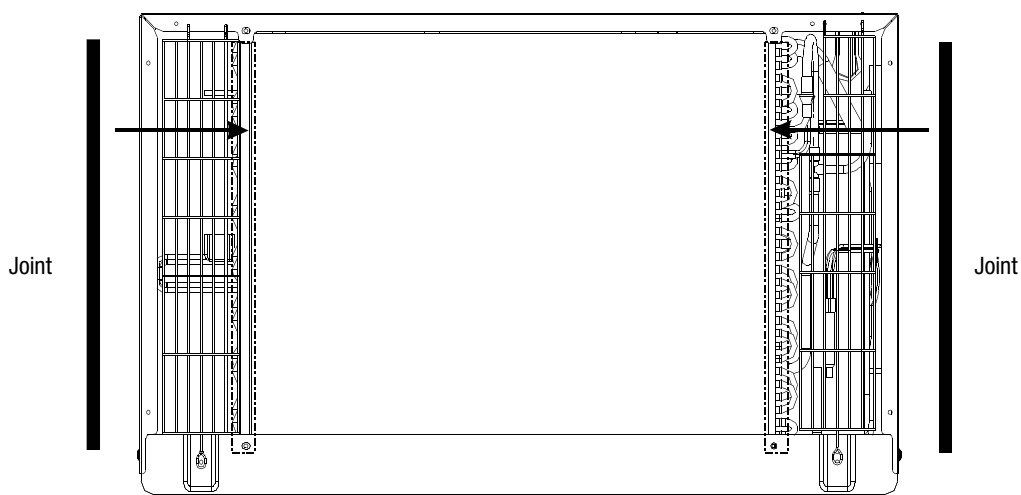

FIG. 1
1. Fixez les 2 pièces de joint (1 po x 3/8 po x 14 po) comme indiqué sur la Fig. 1.